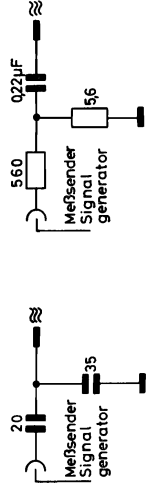
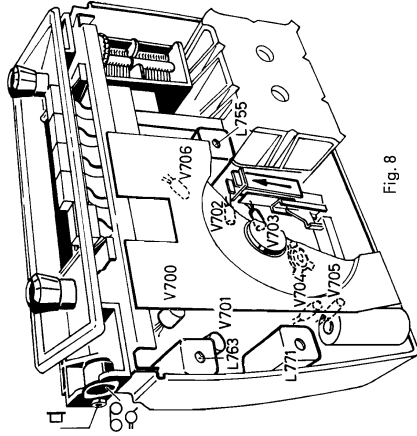

Fig. 9
Fig. 8
- Beim Abgleich künstliche Antenne, Fig. 9, verwenden. **Achtung!** Beim Abgleich des MW- und LW-Vorkreises auf dem Wellenschalter muß der Umschalter (Fig. 8) in Pfeilrichtung geschaltet sein.
- For alignment use dummy antenna, see fig. 9. **Attention!** When aligning the MW and LW pre. circuit on the waveband switch the selector switch, see fig. 8, must be switched in direction of the arrow.